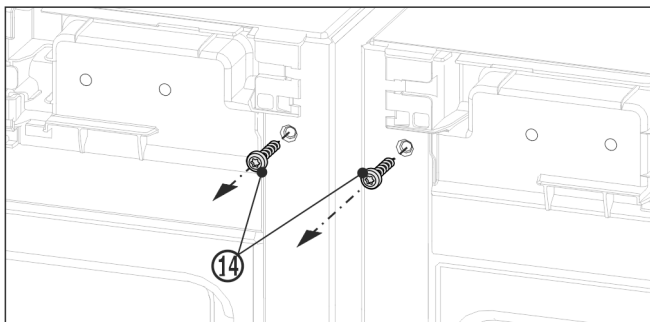

Fig. 12
- Prima di montare la squadretta superiore, svitare le due viti di messa a terra Fig. 12 (14).